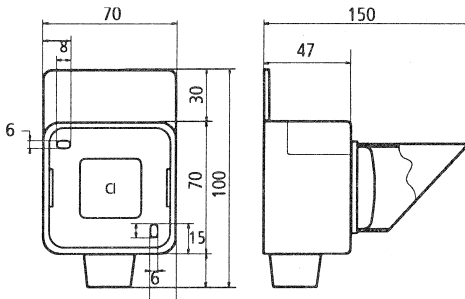

fig.2
Boîtier voyant à LEDs standard (Fig.2)
Standard LED indicator lamp box (Fig.2)
Caja de señales con LEDs estándar (Fig.2)
- soit un boîtier extérieur standard (fig. 2 et 7), fixation murale par 2 vis diam. 4 mm.